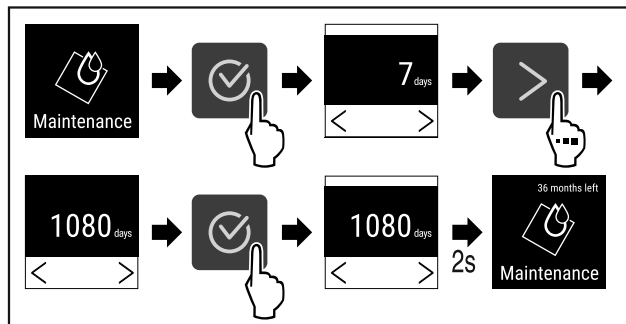

Fig. 98
- Выполните шаги действия (см. Fig. 98).